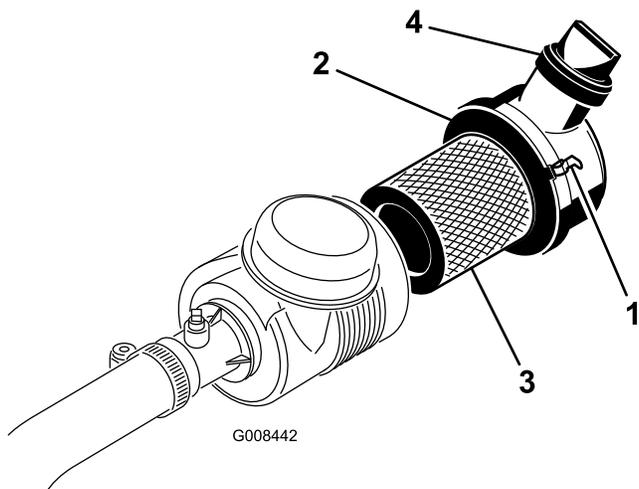

図 37
1. エアクリーナのカバーをボディーに固定しているラッチを外す(図 37)。
7. カバーを取り付け、ラッチを掛ける (図 37)。